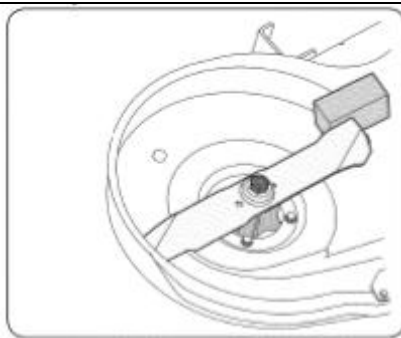

Рис. 20
2. Поместите деревянный брусок между корпусом центральной части деки и ножом (см. Рис. 20).
3. Выкрутите шестигранную фланцевую гайку, используемую для крепления ножа на оси в сборе (см. Рис. 20).